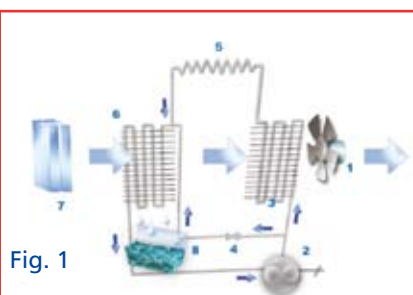

Fig. 1
I deumidificatori sono apparecchi autonomi, funzionanti senza la necessità di installazione, semplicemente connettendoli con una spina alla rete elettrica. Il deumidificatore è costituito da un circuito chiuso contenente un fluido refrigerante ecologico, avente i seguenti elementi principali: compressore (n°2 - Fig. 1): determina la circolazione del fluido refrigerante, condensatore (n°3 - Fig. 1): in tale elemento, fisicamente simile al radiatore dell'automobile, il fluido allo stato gassoso, spinto dal compressore si trasforma in liquido cedendo calore; tale calore riscalda il condensatore stesso, tubo capillare (n°5 - Fig. 1): in tale elemento il fluido, divenuto liquido, espande riducendo la propria pressione, evaporatore (n°6 - Fig. 1): in tale elemento, anch'esso costituito da una batteria simile al radiatore auto, il liquido si trasforma in gas sottraendo calore e di conseguenza raffreddando l'evaporatore. Il fluido refrigerante ritornato gas, continua il suo percorso attraverso il compressore ed il ciclo ricomincia. L'aria da deumidificare viene spinta attraverso il deumidificatore da un ventilatore (n°1 - Fig. 1) attraversando prima l'evaporatore (freddo) e poi il condensatore (caldo). Il ciclo di funzionamento è pertanto il seguente: L'aria passa sulla superficie dell'evaporatore, dove si raffredda depositando l'eccesso di umidità, che si trasforma in gocce d'acqua che cadono nella vaschetta di raccolta. Successivamente, l'aria passa attraverso il condensatore, dove riacquista alcuni gradi di temperatura e viene reimmessa nell'ambiente più secca e più calda, contribuendo così, nel mix che si determina nel tempo, ad abbassare il livello di umidità dell'ambiente, fino al raggiungimento dei valori desiderati.
1. Ventilatore - 2. Compressore - 3. Condensatore - 4. Valvola by-pass (Fig. 1) - 5. Tubo capillare (Fig. 1)